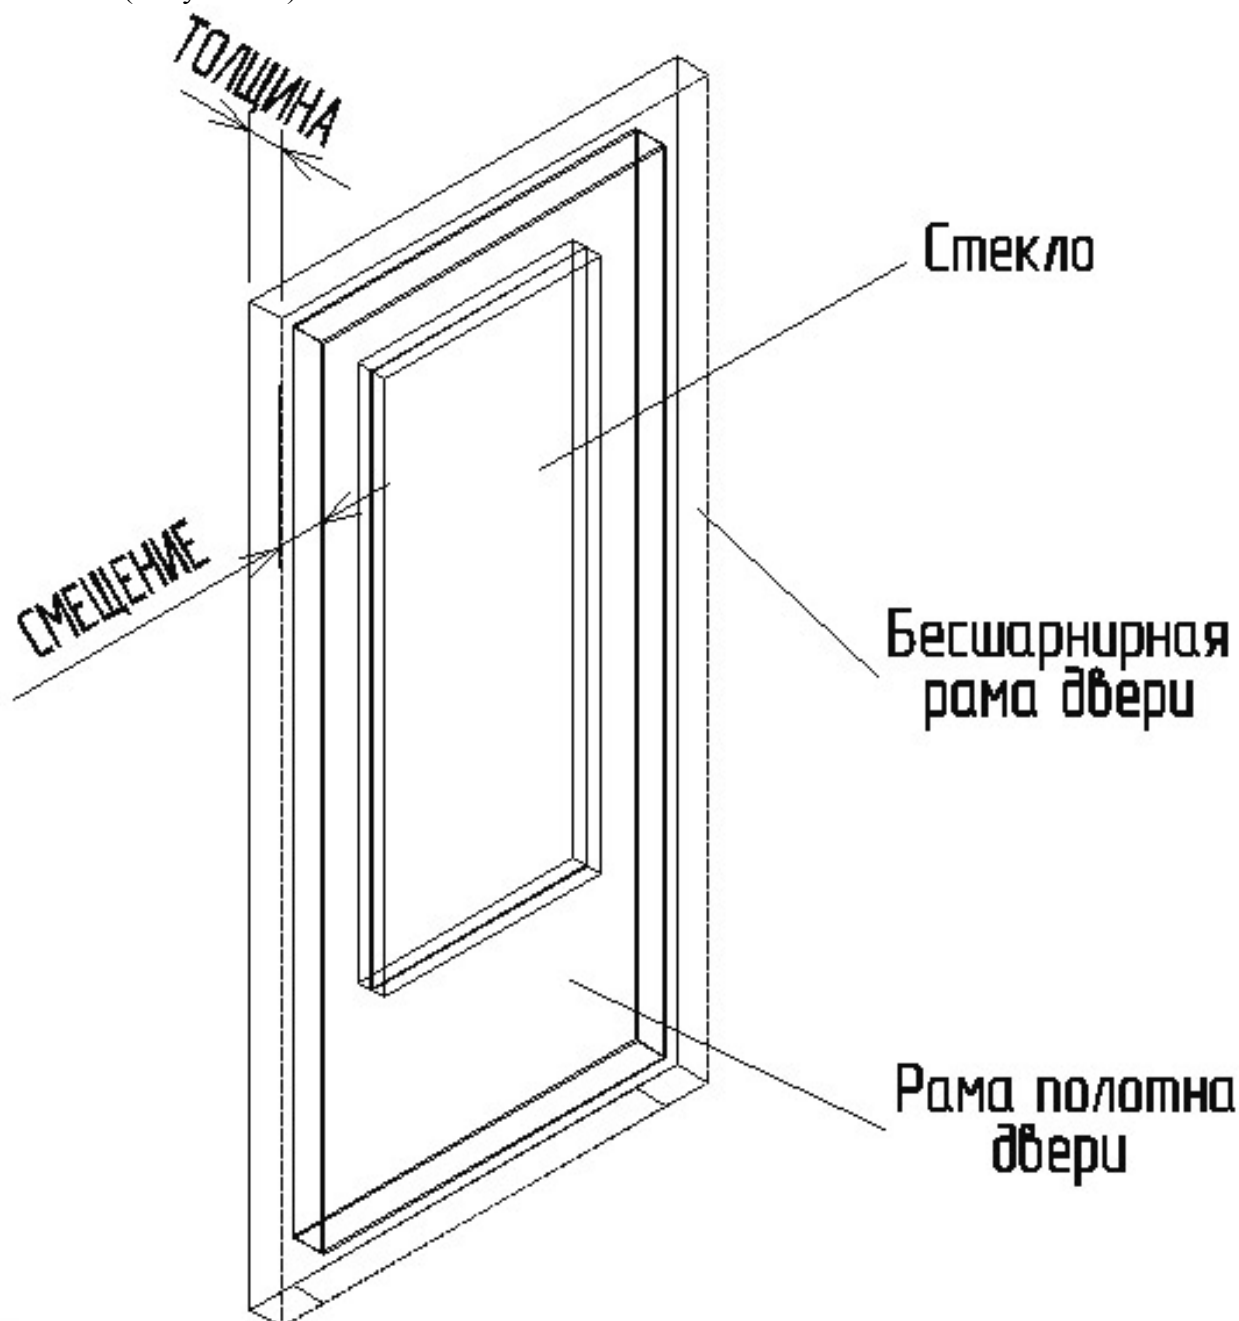

Рисунок 37
- Список элементов задает текущую толщину и смещение (Рисунок 37) части двери (окна):
- Толщина и смещение - задает толщину и смещение элементов двери (окна) (Рисунок 37).